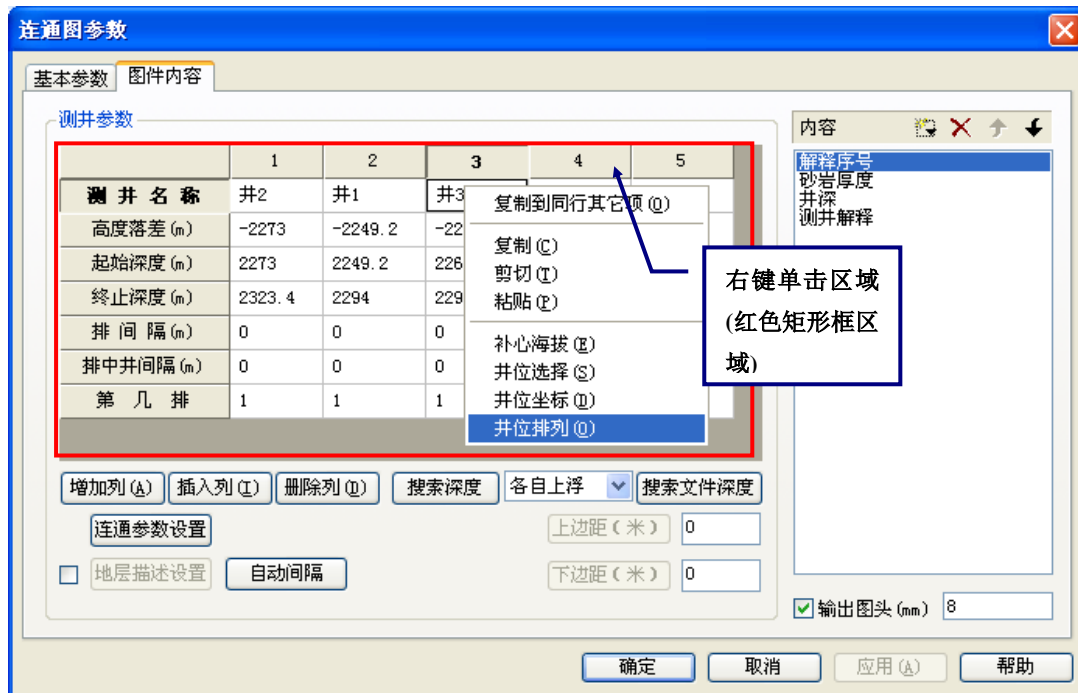

图 93
- a. 在测井参数区域内（红色矩形框）单击右键，在弹出的菜单中选择 **井位排列** (A)。 (如图 93)